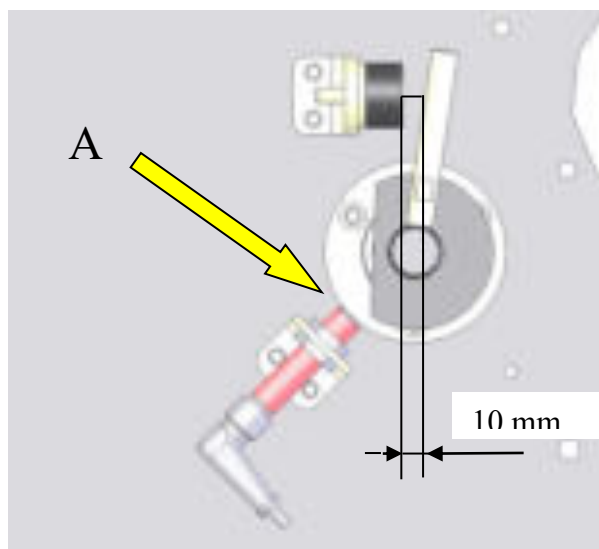

Figure 8
- Le détecteur de déroulement bobine “**B64.6**” doit être désactivé (**fig. 8, Réf. A**) (le moteur s'arrête) quand le levier se trouve à 10 mm (**fig.8**) environ de l'amortisseur.